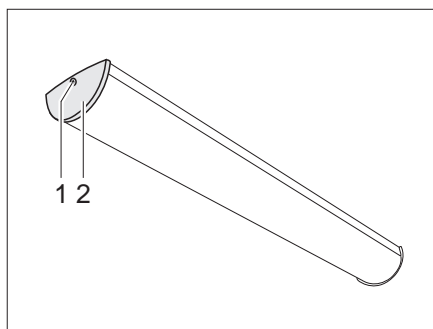

Bild 278 Bodelsbelysning
- Skruva ut skruven (Bild 278,1) och tag av skyddskåpan (Bild 278,2).